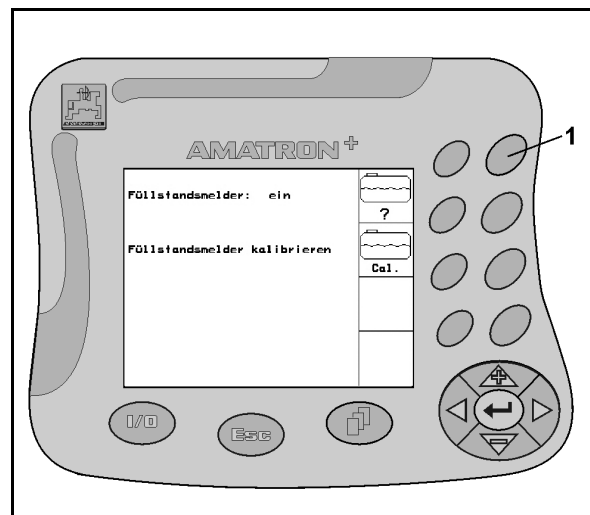

Fig. 17
1. Funktions-Taste (Fig. 17/1) einmal betätigen.
2. Funktions-Taste nochmals betätigen (Fig. 17/1).